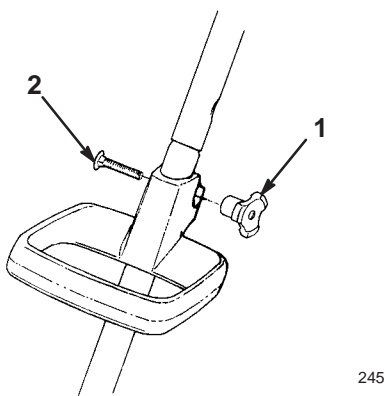

Figure 4
5. Fixez légèrement la poignée réglable sur le tube à l'aide d'un boulon de carrossier et d'un bouton (fournis dans le sachet de pièces détachées) comme illustré à la Figure 4.